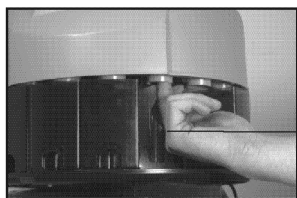

Abb. 4
- 1) Ist das Gerät nicht eben aufgestellt oder rüttelt es zu sehr, können Münzen sich in dem relativ kleinen Durchlass festsetzen und so einen Stau oder eine fehlerhafte Zählung verursachen. Zur Vermeidung dieser Fehler sollte das Gerät eben aufgestellt und vor Erschütterungen geschützt werden. Im Falle eines Münzstaus drücken Sie die Taste **(STOP/START)**, um den Zählvorgang zu unterbrechen. Drücken Sie die verkantete Münze herunter, sodass sie durch den Durchlass fällt. Drücken Sie dann erneut auf **(STOP/START)**, um den Zählvorgang fortzuführen (siehe Abb. 4).